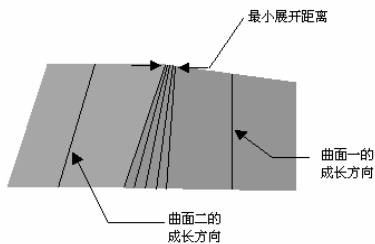

图 2-323 最小展开距离
- **【最小展开距离】**：随着刀具路径从一张曲面过渡到另一张曲面，曲面的成长方向会发生改变。由于刀具轴线自动与曲面成长方向相对齐，必须指定刀具由一个方向向另一个方向转移的距离，如图 2-323 所示。